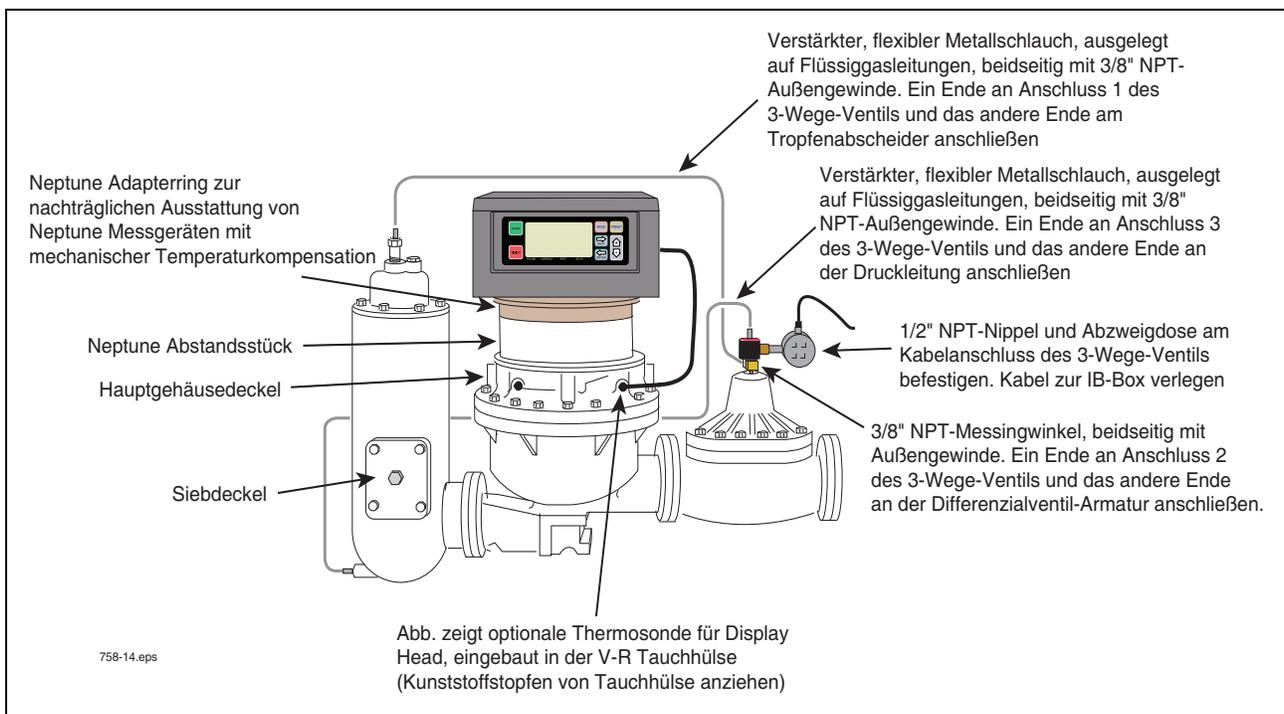

Abbildung 14. Installation der Thermosonde in der Hauptgehäuseabdeckung (Beispiel)
5. Entfernen Sie das mechanische Zählerregister und die (4) Temperaturkompensator-Schrauben. Nehmen Sie die Kompensatorzahnrad-Einheit heraus.
7. Setzen Sie den V-R-Adapter (Teile-Nr. 333746-001) von oben auf das Abstandsstück und befestigen Sie ihn mit (4) Schrauben (Teile-Nr. 510500-325) und Sicherungsscheiben [siehe Abbildung 14].